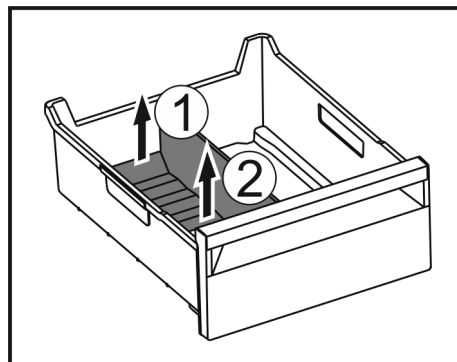

Fig. 175
- Zvedněte zadní část přepážky přihrádky na led. Fig. 175 (1)
- Přepážku přihrádky na led vyjměte nahoru. Fig. 175 (2)